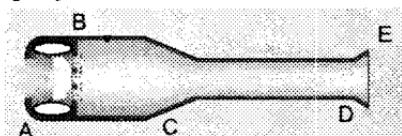

Рисунок 6.25 – Схема ПРД
- безкомпресорні прямоточні повітряно-реактивні двигуни (ПРД), у яких для підтримання горіння використовується атмосферне повітря, що за рахунок власного динамічного напору при русі літака заходить у камери згоряння, стискається і зміщується в них із паливом, після чого паливо-повітряна суміш згоряє, а гази, що відходять, створюють реактивну тягу (рисунок 6.25);